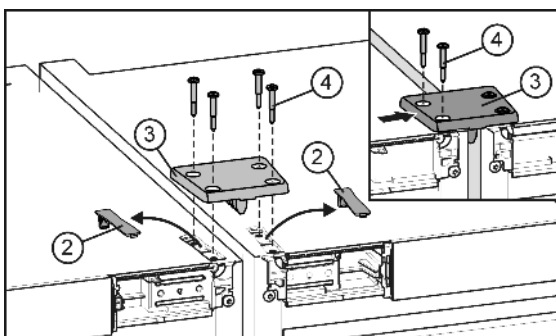

Fig. 5
- ▶ Afdekkingen Fig. 5 (2) losklikken en verwijderen.
- ▶ Verbindingsplaat Fig. 5 (3) op de apparaten leggen en aan één apparaat losjes met twee schroeven Fig. 5 (4) vastmaken.